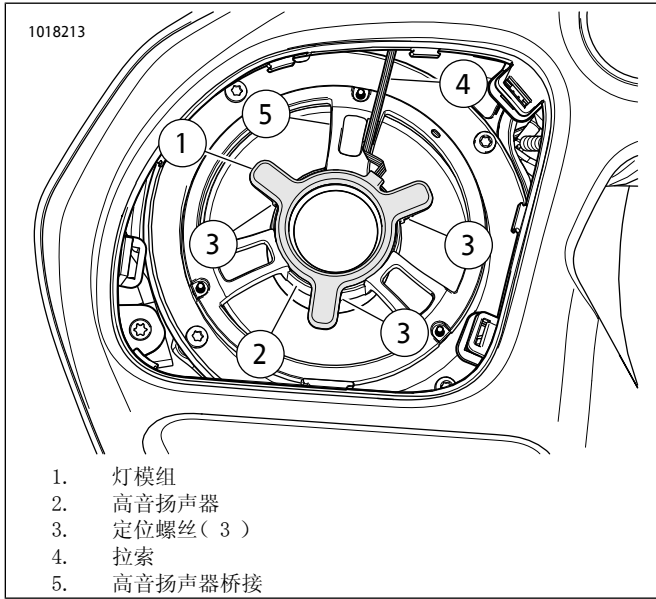

图8。FLTR左侧挡风板扬声器
参见图8。参见维修手册。拆除外侧挡风板和扬声器格栅。安装灯模组时可保持扬声器处于挡风板内。拆下将高音扬声器桥接 (5) 固定至扬声器的三个螺丝。小心操作，不要损坏或拉紧高音扬声器电线。保留五金件待安装使用。
参见图 8。按照图示将灯模组 (1) 置于高音扬声器 (2) 上。将灯模组轻压到位。